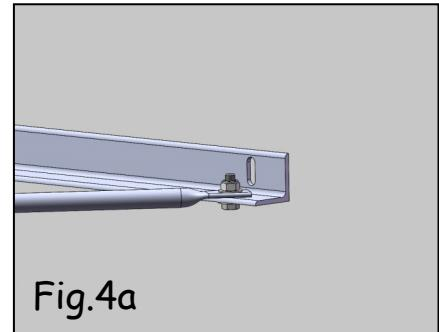

Fig.4a
- Fixer le gros diamètre des jambes de force sur le support panneau à l'aide des vis HM10x40, des rondelles et des écrous M10 fig4a. Visser au contact sans serrer.
- Fix the large diameter of the struts on the panel support using the HM10x40 screws, washers and M10 nuts fig4a. Screw into contact without tightening.